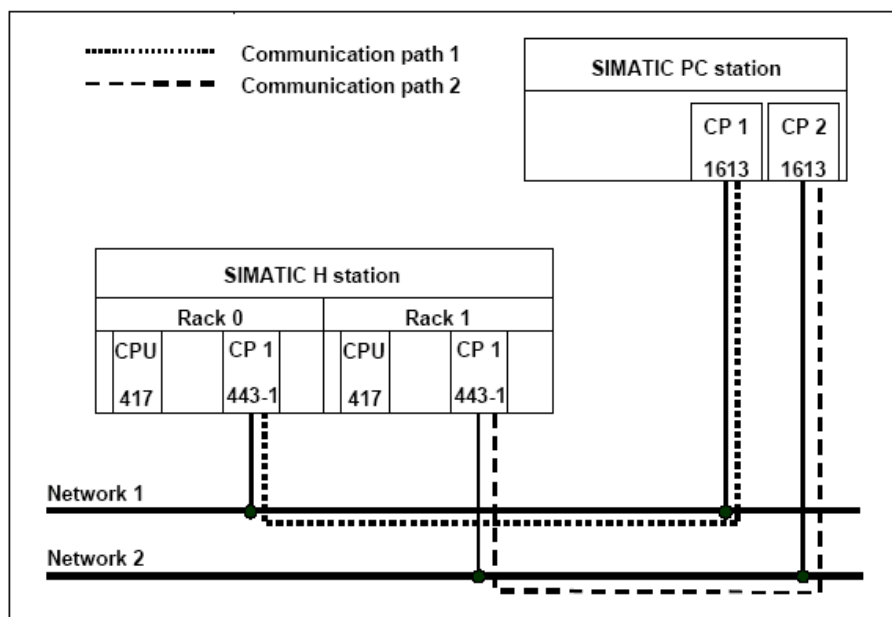

图 3-20 H 系统与 WinCC 的双路径连接
(2) H 系统与 WinCC 的双路径连接,如图 3-20 所示: